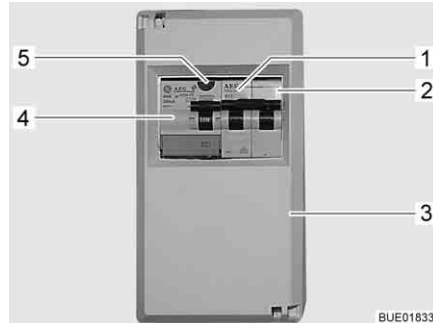

Bild 168 230 V-säkringslåda med ledningsskyddsbrytare och FI-brytare
En jordfelsbrytare (FI-brytare) (Bild 168,4) i säkringslådan (Bild 168,3) skyddar hela fordonet mot läckström (0,03 A).
Den efterkopplade ledningsskyddsbrytaren (10 A) (Bild 168,2) skyddar 230 V-uttagen, strömaggregatet, den extra laddaren och kylskåpet.
På fordon med extrautrustning t. ex. klimatanläggning skyddas apparaten av en extra ledningsskyddsbrytare (16 A) (Bild 168,1).
- När fordonet är anslutet till 230 V-försörjningen: Tryck på kontrollknappen (Bild 168,5). Jordfelsbrytaren (FI) måste lösa ut.